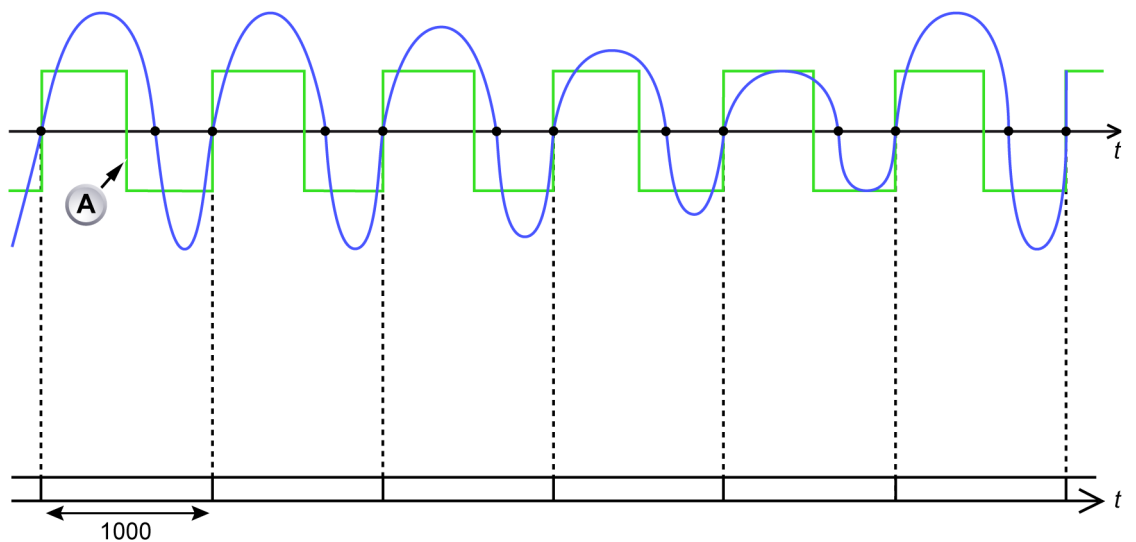

Abbildung E.14: Zyklusdetektor, eingestellt zur Erkennung von Vollzyklen
- A** Die fallende Flanke des berechneten Kanals ist immer in der Mitte zweier aufeinander folgenden steigenden Flanken positioniert. Abbildung E.14 zeigt den Ausgang von diesem berechneten Kanal (grün) und das Eingangssignal des Zyklusdetektors (blau) mit dem Zyklusdetektor eingestellt auf Vollzyklus-Modus mit steigender Flanke. Das Eingangssignal ist asymmetrisch.